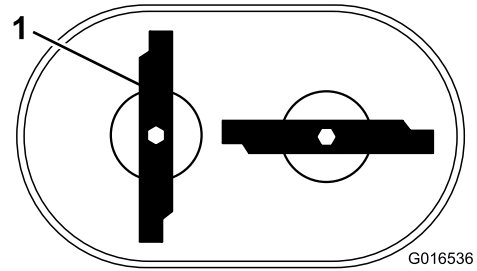

Figuur 42
2. Ondersteun de messen met een plank en draai de mesbout rechtsom met een momentsleutel zoals in Figuur 42; draai elke mesbout vast aan tot 81 N·m.